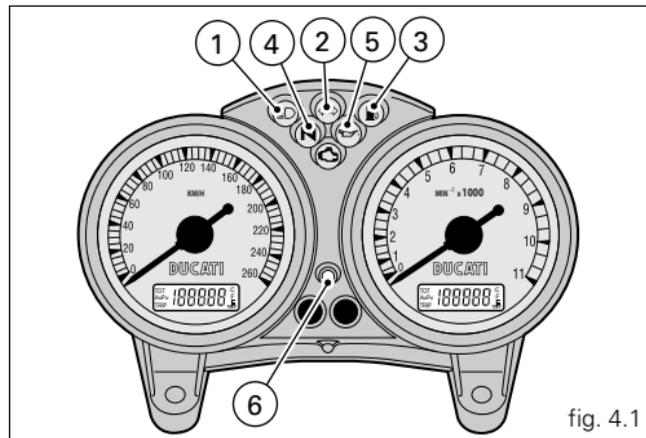
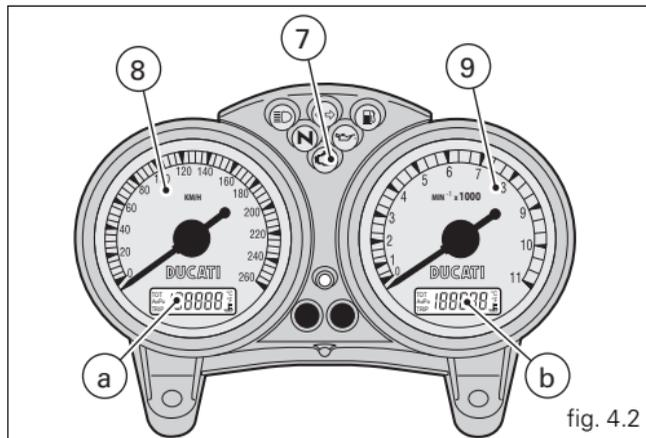

fig. 4.1
fig. 4.2
Tableau de bord (fig. 4.1 et fig. 4.2)
Cette procédure permet, en cas de problèmes au système anti-démarrage, de désactiver la fonction « blocage du moteur », signalée par l'allumage du témoin ambre EOBD (7, fig. 4.1).
Le témoin EOBD (7, fig. 4.1) s'éteint après 8 secondes.
- 4) Compter un nombre de clignotements du témoin EOBD (7, fig. 4.1) égal au premier chiffre du code secret.
- 1) si le code est reconnu, le témoin (6, fig. 4.1) sur le tableau de bord, émettra un bref clignotement ; le système antivol a reconnu le code de la clé et désactive le blocage du moteur. En appuyant sur le bouton START (2, fig. 13), le moteur démarre ;
- 2) si le témoin (6, fig. 4.1) ou le témoin EOBD (7, fig. 4.1) reste allumé, il signifie que le code n'a pas été reconnu. Dans ce cas, il est conseillé de ramener la clé sur la position OFF, puis de la remettre sur la position ON ; si le blocage persiste, faites une nouvelle tentative avec l'autre clé noire fournie. S'il est encore impossible de démarrer le moteur, faire appel au réseau d'assistance DUCATI.